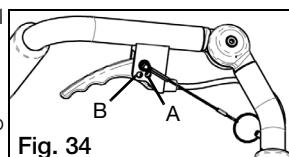

Fig. 34
- Determinar qué estilo de tubos de respaldo y gatillo se les proporcionó con la silla comprobando contra las figuras Fig. 34 y 35.
- Inserte el pasador unido al gatillo por un cordón en el orificio número 2 (Fig. 34:A and B).